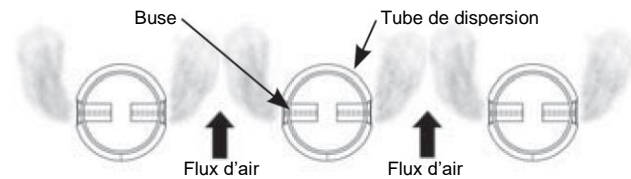

Fig. 8 - Orientation du tube de dispersion
Après installation il est nécessaire de vérifier si les buses sont perpendiculaires au flux d'air (voir Fig. 8). Desserrez suffisamment la vis de verrouillage fine en haut du tube de dispersion pour que le tube puisse être tourné dans la bonne position.
7. Assurez-vous que les buses des tubes de dispersion sont à l'angle correct par rapport au flux d'air. Voir Fig. 8.